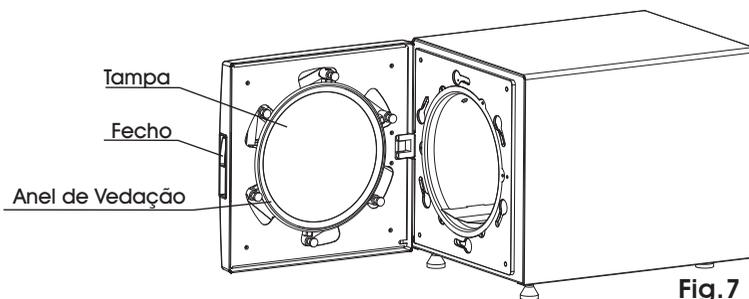

Fig.7
- 4▶ **TAMPA** - Encontra-se atrás do painel, produzida em aço inoxidável 304, é responsável por fechar a câmara da autoclave (Fig. 7, pág.11).
- 8▶ **FECHO** - Localizado na lateral direita do painel da autoclave (Figs. 7 e 8, pág.11). É utilizado para abrir, fechar e travar a porta da autoclave (conjunto painel/tampa). Para verificar a posição correta do fechamento consulte a Fig.13 (Pág. 15).